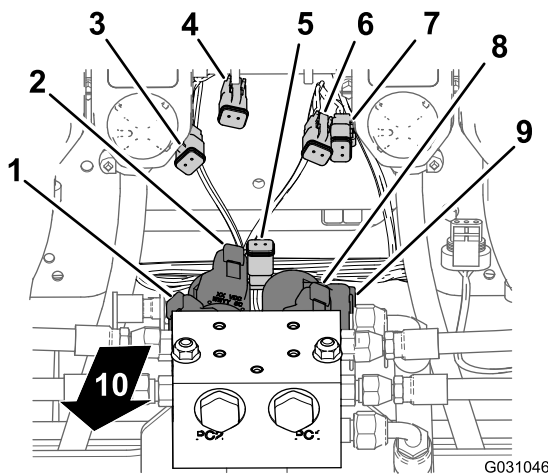
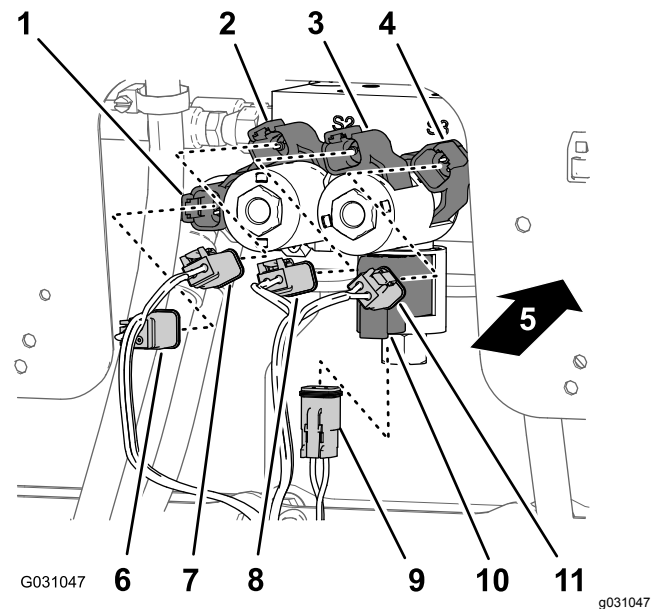

図 104
図 105
1. 昇降シリンダ用マニホルドの下部で、後方ワイヤハーネスの **Enable Solenoid** というラベルのついた2ソケットコネクタを、「イネーブル」ソレノイドの2ピンコネクタに接続する 図 104と図 105。
- 右下のソレノイドで、後方ワイヤハーネスの**Right Down**というラベルのついた2ソケットコネクタを、右下ソレノイドの2ピンコネクタに接続する 図 104 と 図 105。
- 右上のソレノイドで、後方ワイヤハーネスの**Right Up**というラベルのついた2ソケットコネクタを、右上ソレノイドの2ピンコネクタに接続する 図 104 と 図 105。
- 左下のソレノイドで、後方ワイヤハーネスの**Left Down**というラベルのついた2ソケットコネクタを、左下ソレノイドの2ピンコネクタに接続する 図 104 と 図 105。